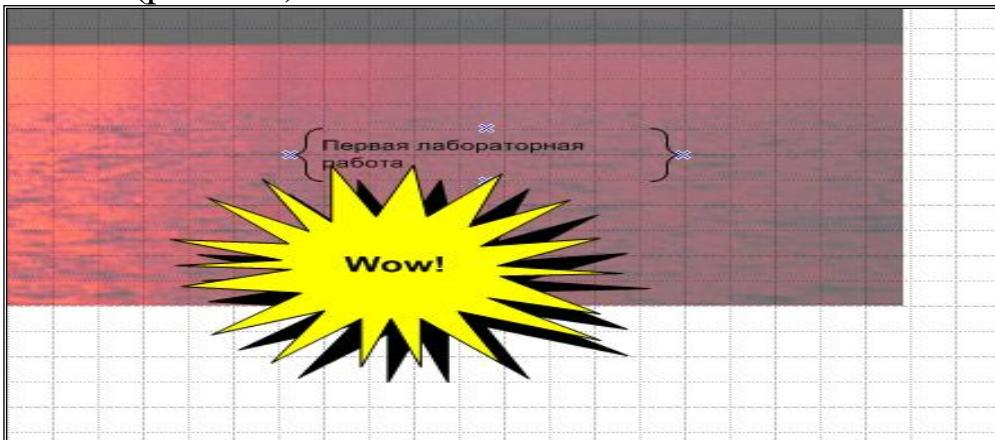

Рис. 58. Добавление шейпов **Callouts** (Выноски)
14. Добавьте комментарии в документ, используя шейпы **Callouts** (Выноски). На стандартной панели инструментов щелкните на кнопке , выберите пункт **Visio Extras** (Дополнения), далее выберите - **Callouts** (Выноски). Visio откроет трафарет Callouts, содержащий фигуры для аннотаций. Выбрать шейп “**Braces with text**”, перетянуть его в область документа и ввести свой комментарий. Дополнить комментарии другим шейпом “**Shart starburst**” (рис. 58).